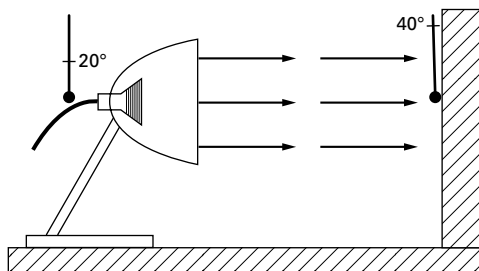

Fig. 2. Mise en évidence de la transmission de chaleur par rayonnement.
2. Par rayonnement (fig. 2). Les rayons calorifiques se propagent en ligne droite dans l'espace, et émis par un corps à température élevée ils sont absorbés partiellement par les corps plus froids qui forment écran à leur propagation, la partie non absorbée est réfléchie d'une façon identique à la réflexion des rayons lumineux par un miroir.